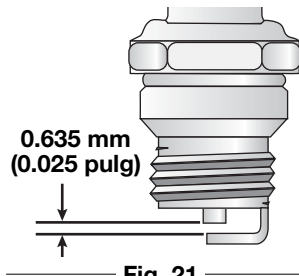

Fig. 21
3. Cambie las bujías que estén rajadas, sucias o deterioradas. Fije la separación de aire a 0,635 mm (0,025 pulgadas) utilizando un calibrador (Fig. 21).